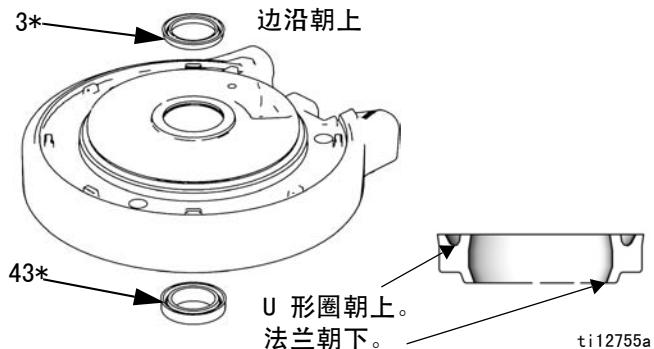

图 8：气动马达 U 形圈的安装
1. 润滑 O 形圈 (9*) 并安装到上盖 (13) 上。
2. 给圆筒 (11) 内侧涂上润滑脂。将圆筒 (11) 放低到上盖 (13) 上。
3. 润滑 O 形圈 (8*) 并安装到活塞 (5) 上。
4. 将活塞总成 (5) 滑入圆筒 (11) 中。确保 O 形圈 (9*) 安装到位。
5. 请参见图 8。润滑新 U 形圈密封并安装在下盖 (1) 轴承底部的法兰 (43*) 上。U 形圈必须朝上，法兰必须朝下。润滑新 U 形圈密封 (3*) 并安装在轴承顶部。边沿必须朝上。
请参见图 8 (第 12 页)。